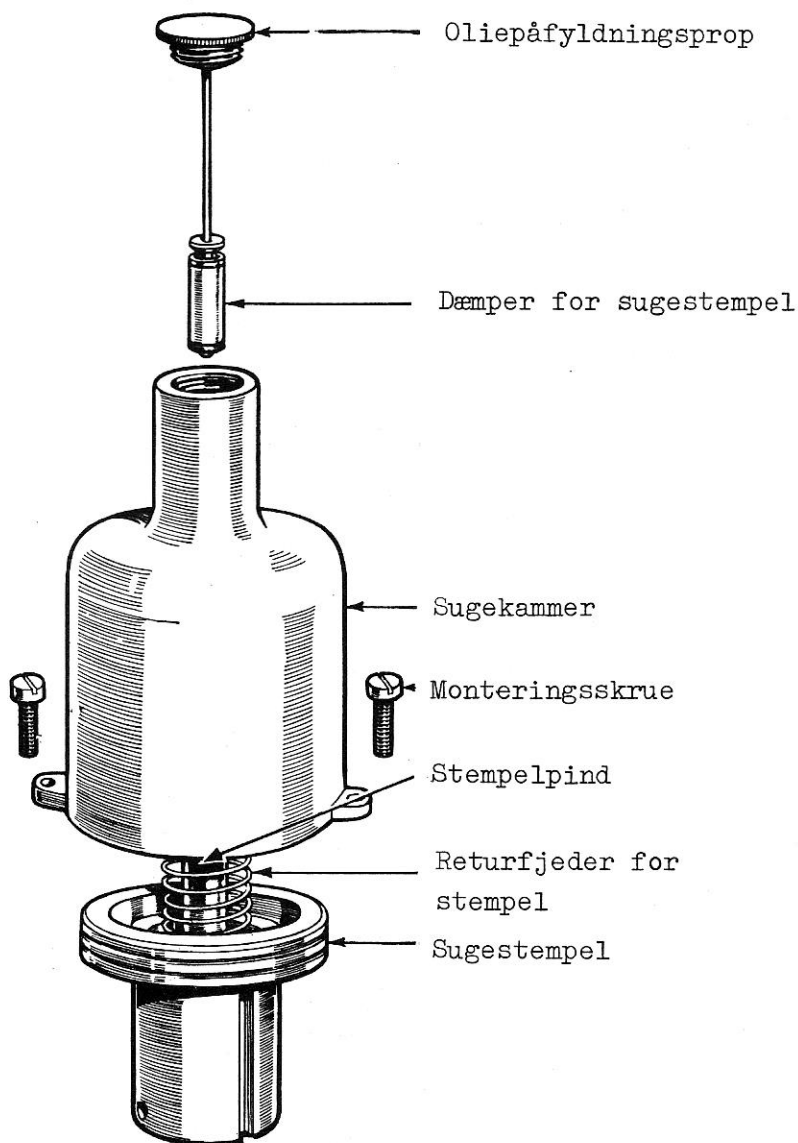

Fig. 3
- c) Klokke og stempel (fig. 3)